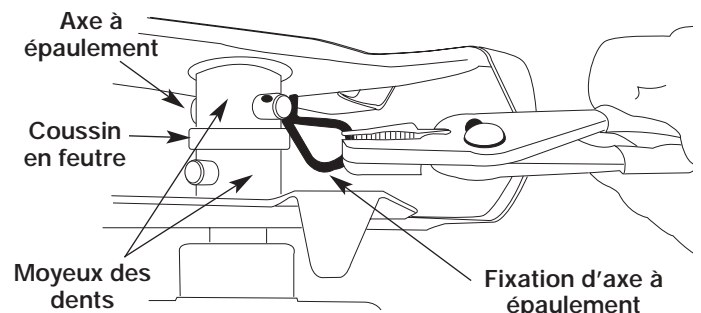

Fig. 6
1. Mettez la commande Marche/Arrêt Stop en position ARRÊT (O). Positionnez et déconnectez le câble de la bougie.
2. Retirez les axes à épaulement et leurs fixations (Fig. 6).